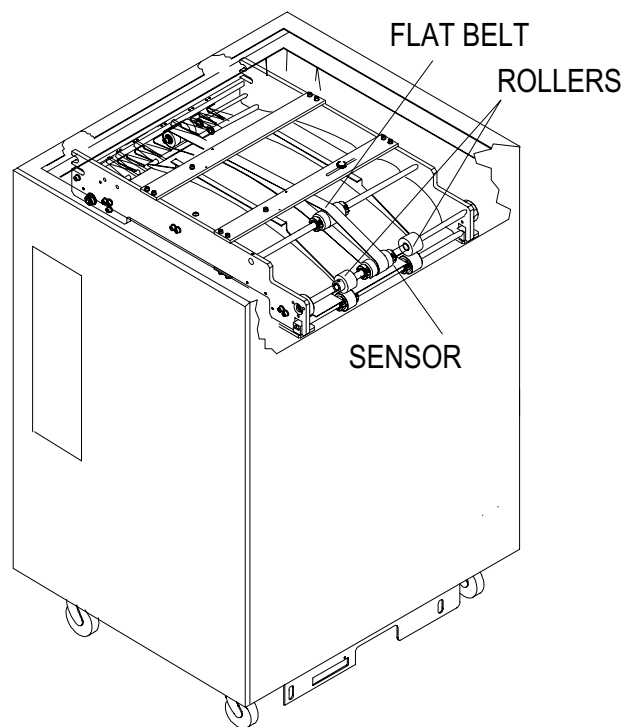

Figure 4-5: Nettoyage du dispositif de dérivation
- 2 Nettoyez les trois rouleaux d'alimentation en rouge et la ceinture verte (voir Figure 4-5) à l'aide d'alcool à 90% et d'un chiffon non-pelucheux propre.
- 3 Nettoyez le détecteur (voir Figure 4-5) à l'aide d'alcool à 90% et d'un chiffon non-pelucheux propre.